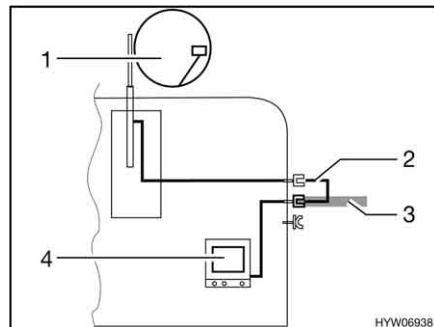

Fig. 102 TV dans le véhicule
- TV dans le véhicule (Fig. 102,4) : Raccord à l'antenne sur le toit (Fig. 102,1) avec câble d'alimentation (Fig. 102,2)
- TV dans le véhicule (Fig. 102,4) : Raccord à l'antenne extérieure (Fig. 102,3)